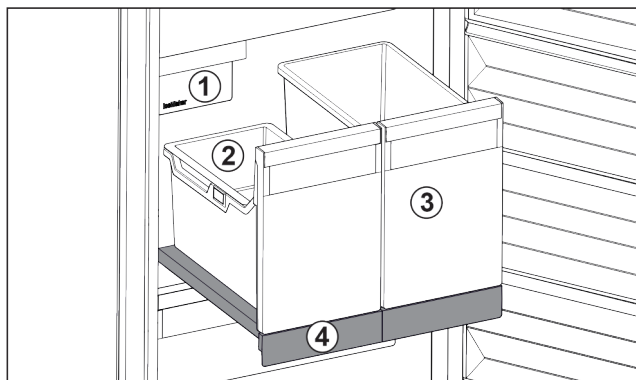

Fig. 22 Изтегляща се дъска с IceTower
- (1) IceMaker
- (2) Окачваща се поставка за ледени кубчета
- (3) Съд за напр. пица, алкохолни напитки
- (4) Изтегляща се дъска
Върху изтеглящата се дъска има два високи съда (IceTower). В съда Fig. 22 (2) се събират и съхраняват ледени кубчета от IceMaker. Съдът Fig. 22 (3) е подходящ за съхранение на високи хранителни продукти като пици или алкохолни напитки.